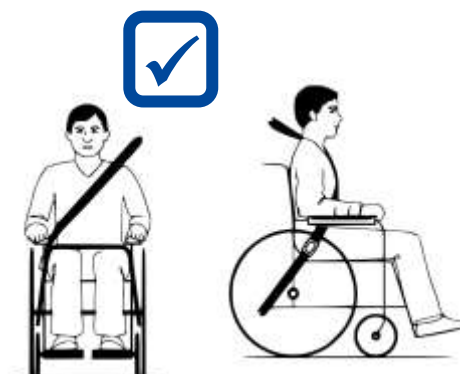

Figure 7 **Bonne position des retenues de la ceinture**
7. Assurez-vous que les retenues de la ceinture épaulière reposent bien sur les épaules de l'utilisateur, voir la Figure 7.